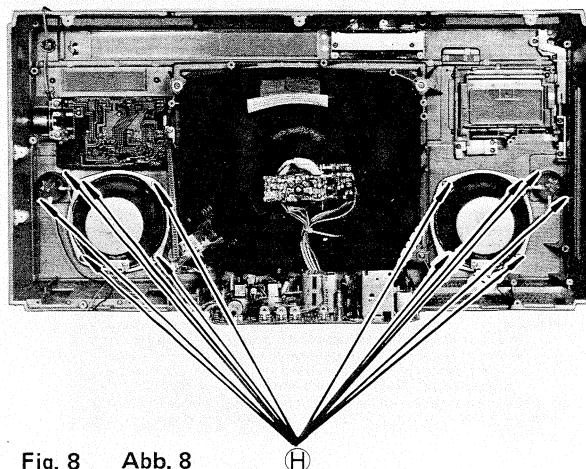

Fig. 8 Abb. 8
1. Remove 12 screws ⑧ as shown in Fig. 8
1. Die in Abb. 8 gezeigten 12 Schrauben ⑧ entfernen.